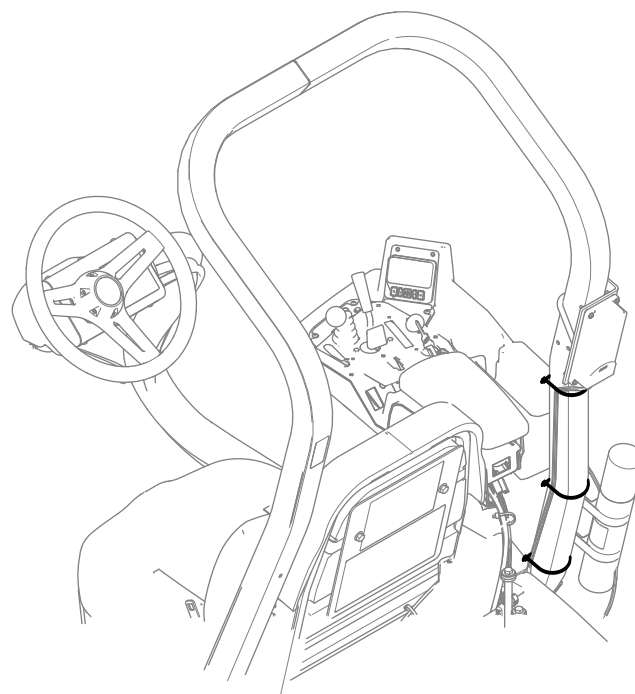

**Figure 10**
5. Acheminez le faisceau de câblage vers le bas, le long de l'arceau de sécurité et branchez le connecteur du faisceau étiqueté P01 sur le connecteur du faisceau de la machine étiqueté P49 (Figure 10).
6. Fixez le faisceau du dispositif télématique au faisceau principal avec un attache-câble (Figure 10).